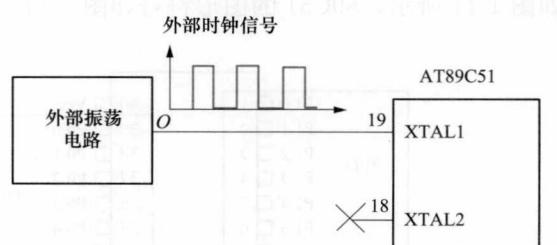

图 1-9 AT89C51 外部时钟电路
(2) 外部时钟方式。单片机还可以工作在外部时钟方式下。这时，将通过外部振荡电路产生的方波信号从单片机的 XTAL1 (19 管脚) 输入，使 XTAL2 (18 管脚) 悬空，由方波信号的频率决定单片机的工作频率，如图 1-9 所示。显然，使用内部时钟方式时，不需要另外设计振荡电路，且系统结构简单，这就是单片机系统中大多使用内部时钟信号的原因。